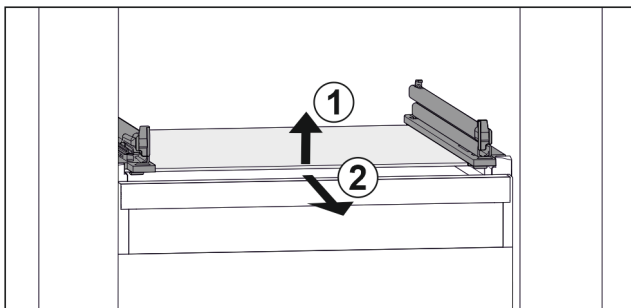

Fig. 140 Representación de la placa de vidrio a modo de ejemplo
- ▶ Levante la placa de vidrio por delante. Fig. 140 (1)
- ▶ Retire la placa de vidrio hacia delante. Fig. 140 (2)